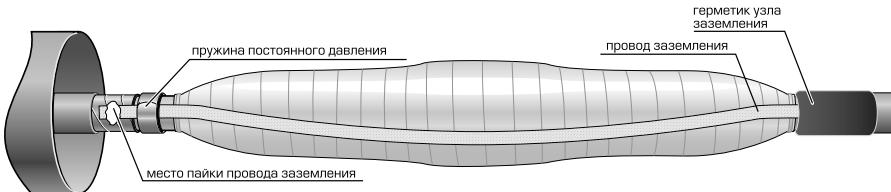

Рис.1. Комбинированная система заземления
- 12.2 Закрепить провод заземления на металлических оболочках обоих концов кабеля с помощью пружин ППД (для муфт ЗСТп-10 рис.1) или произвести пайку провода заземления к оболочке (для муфт ЗСТп-10 (пайка) рис. 2);